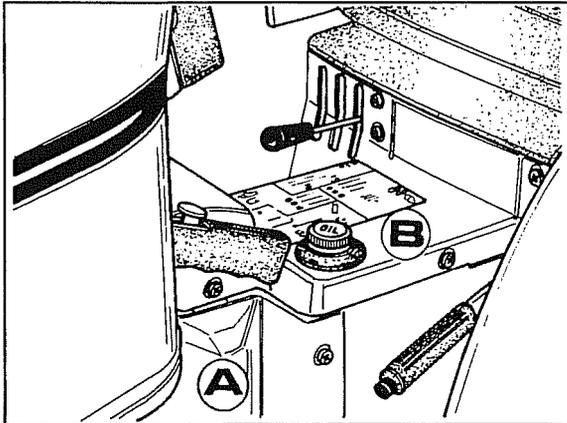

Abb. 1
- 1 Das zentrale Schutzblech **B**, die Seitenflanke **A** und die auf der Gegenseite abnehmen, wie in Abb. 1 gezeigt.